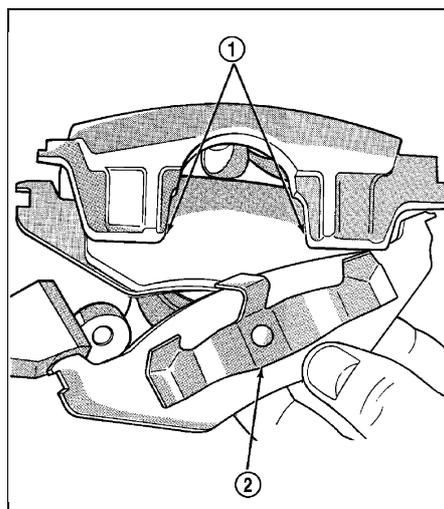

Рис. 16. Наружная тормозная накладка. 1 - пальцы суппорта, 2 - фиксирующая клипса.
фиксирующую клипсу и переместив накладку вниз (рис. 16).
(3) Заведите наружную тормозную накладку на суппорт до защелкивания фиксирующей клипсы (рис. 16).
(4) Смажьте опорные поверхности суппорта в переходнике дискового тормоза небольшим количеством консистентной смазки общего назначения.